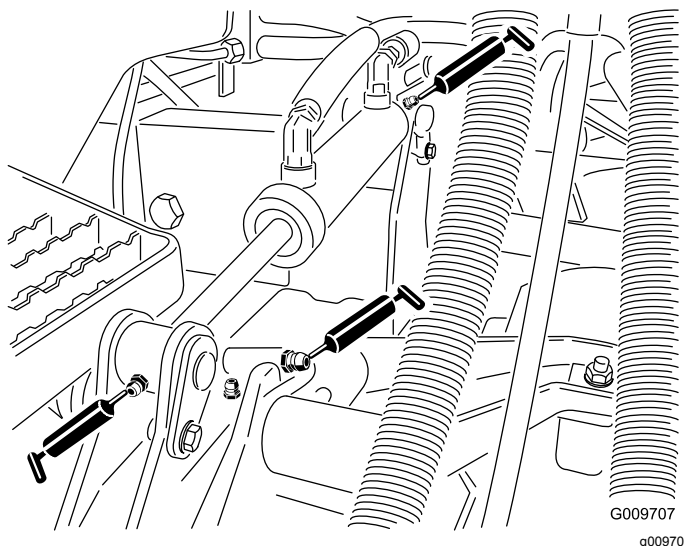

Рисунок 61
- Втулки рычагов подъема (по 1 шт. на каждой деке), как показано на Рисунок 61.
- Втулки цилиндров подъема (по 2 шт. на каждой деке), как показано на Рисунок 61.